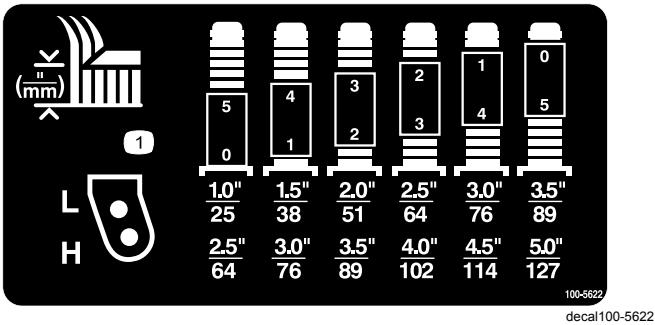
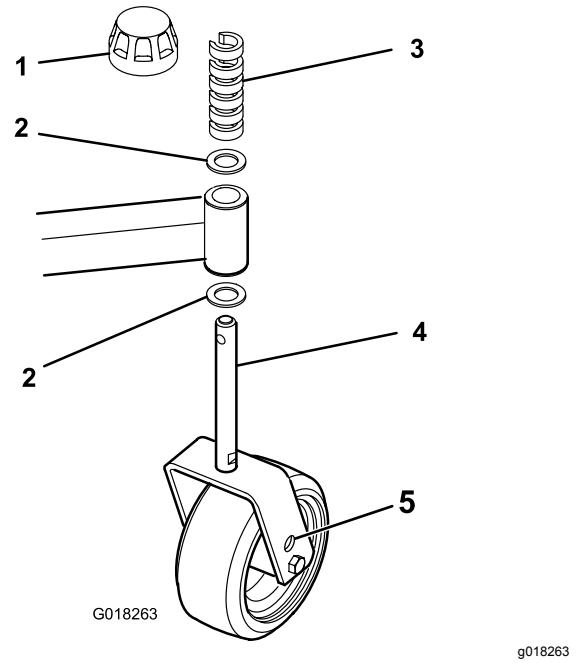

Bild 8
Bild 9
2. Stecken Sie die Laufradachsen in allen Laufradgabeln in die gleichen Löcher. Ermitteln Sie die richtigen Löcher für die Einstellung mit Bild 7, Bild 8 und Bild 9.
3. Ermitteln Sie die Kombination der Distanzstücke für die Einstellung mit Bild 8.
1. Nehmen Sie die Spannkappe von der Spindelwelle ab (Bild 9).